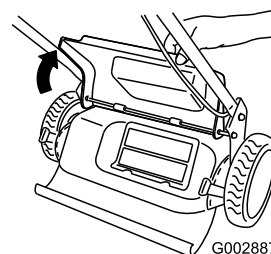

Figure 24
4. Soulevez le volet arrière et gardez-le dans cette position (Figure 24).